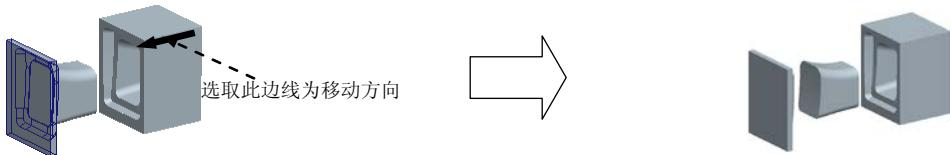

图 2.15 移动下模
Step3. 开模步骤 2: 移动下模。参考开模步骤 1 的操作方法, 选取模型的下模, 选取图 2.15 所示的边线为移动方向, 输入要移动的距离值 100, 选择 **Done (完成)** 命令, 完成下模的开模动作。在 **MOLD OPEN (模具开模)** 菜单中单击 **Done/Return (完成/返回)** 按钮。